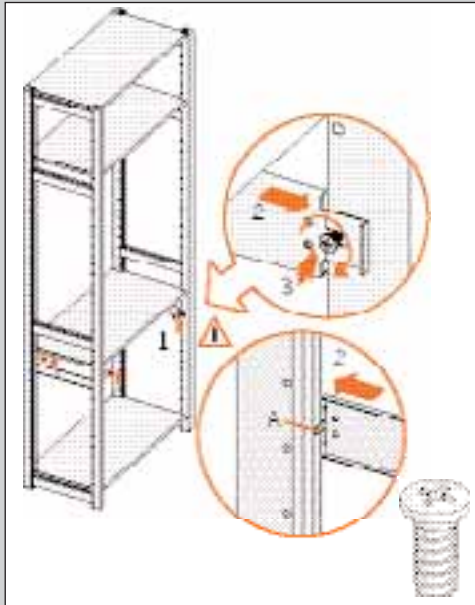

ABBILDUNG 14
- Die kleine ausstehende Kante (A) an die Innenseite der Holme drücken.
2. Drücken Sie so weit wie möglich die Traverse mit der Aufkantung (A) an die Innenseite des Holms. (Abb. 14).